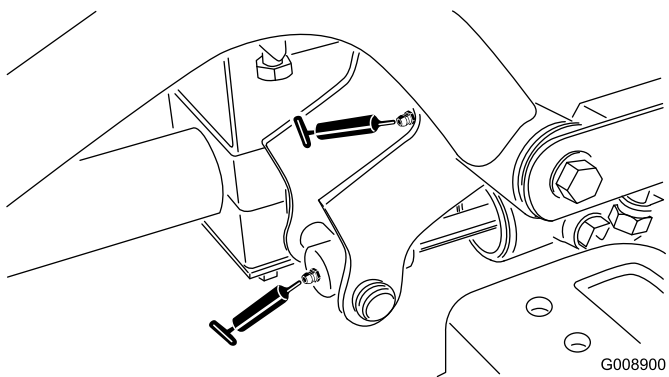

Figure 38
- 2 pivots de bras de levage avant droit et vérin de levage (Figure 38)